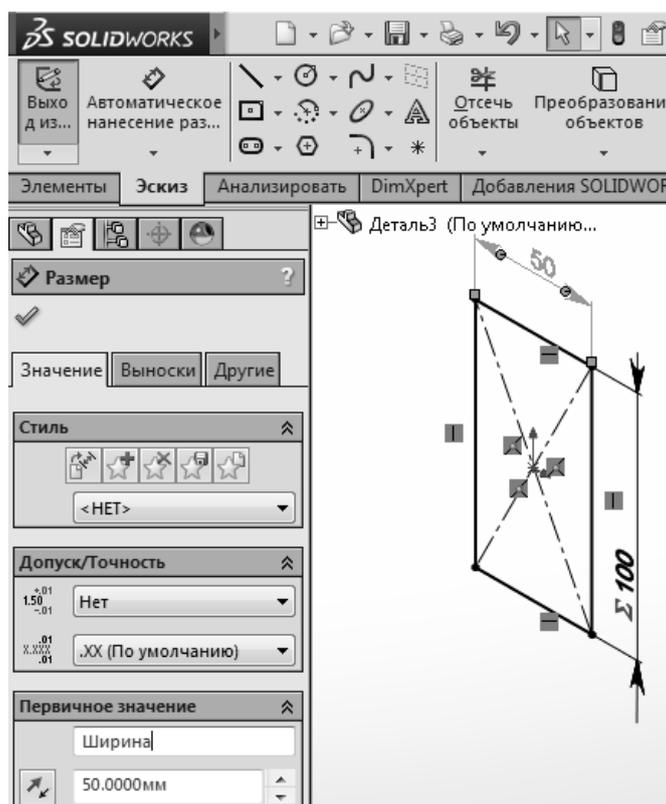

Рисунок 2.1 – Управление размером
- в окне «Первичное значение» панели «Размер» назначить желаемое имя (рисунок 2.1).